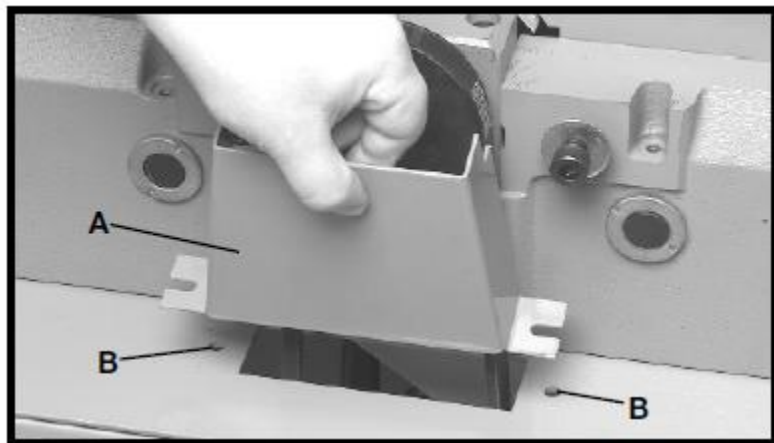

Рис. 7
1. Совместить два отверстия в ограждении (А) шкива и ремня режущего вала, рис. 7, с двумя отверстиями (В) в верхней части станины.